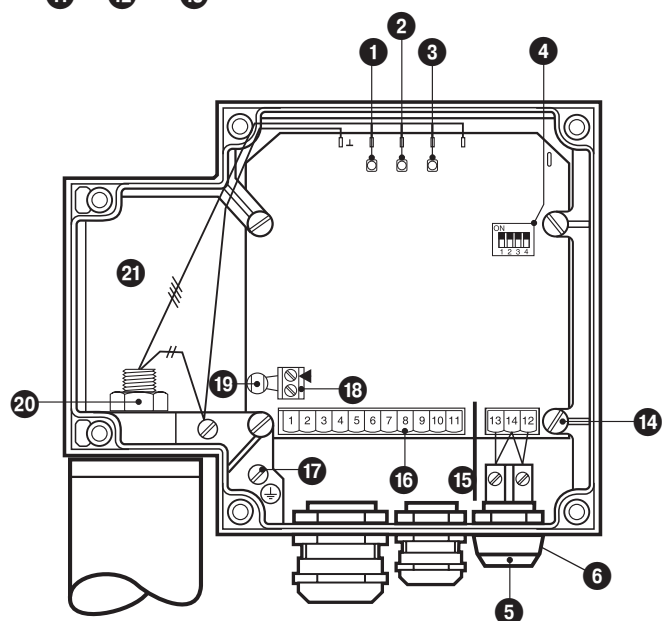

Fig. 6
3. Allentare il dado **20** con una chiave da 17 mm ma non toglierlo, **Fig.6**